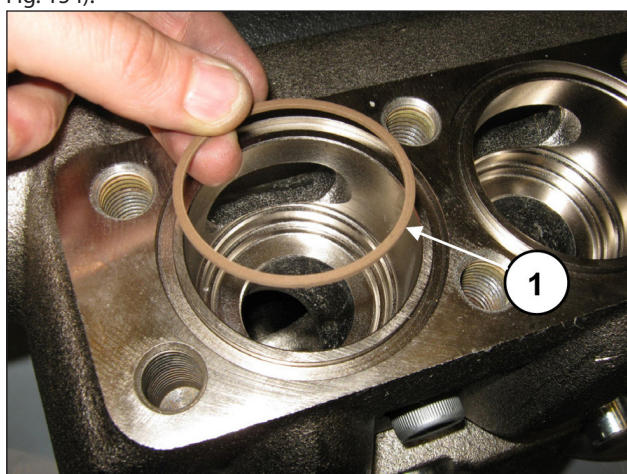

Fig. 154
Passer au montage des groupes soupape de refoulement : Insérer la bague anti-extrusion, rep. vue éclatée 23 (rep. ①, Fig. 154).